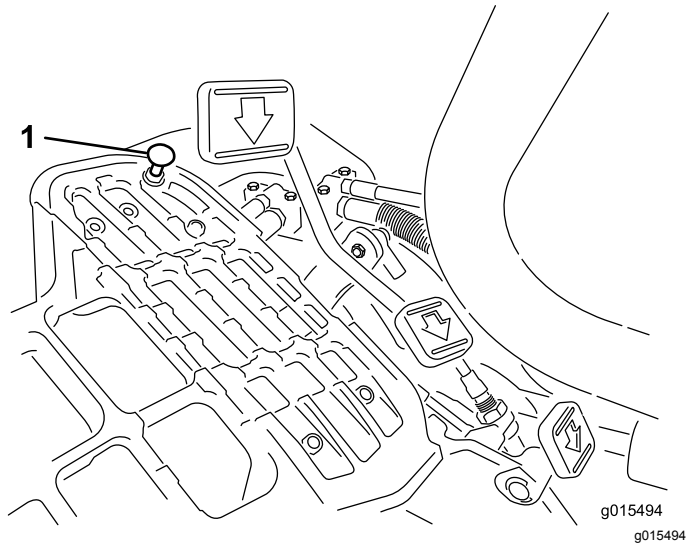

Figura 35
Para obtener la velocidad máxima de transporte, ponga la palanca de control funcional en la posición de TRANSPORTE y pise el pedal de tracción. Si el pedal toca el tope (Figura 35) antes de que se note tensión en el cable, ajústelo como se indica a continuación:
1. Ponga la palanca de control funcional en la posición de TRANSPORTE y afloje la contratuerca que fija el tope del pedal a la chapa del suelo (Figura 35).